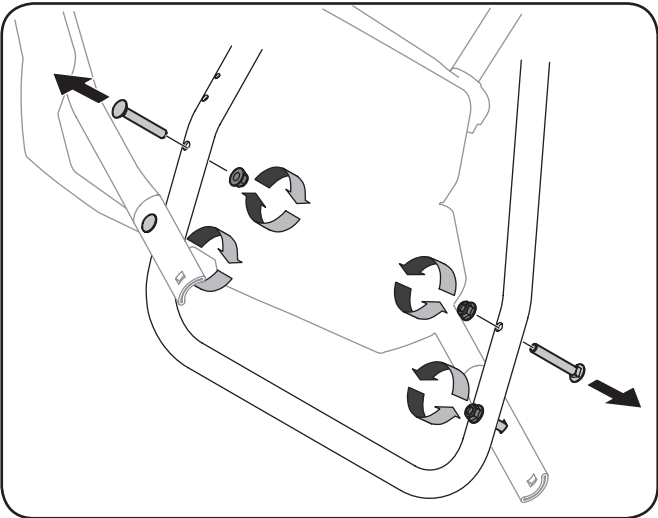

Figure 3-1
- Desserrez les deux contre-écrous supérieurs qui fixent les poignées inférieure et supérieure. Retirez les deux vis de carrosserie de la poignée inférieure et mettez-les de côté comme illustré sur la Figure 3-1.